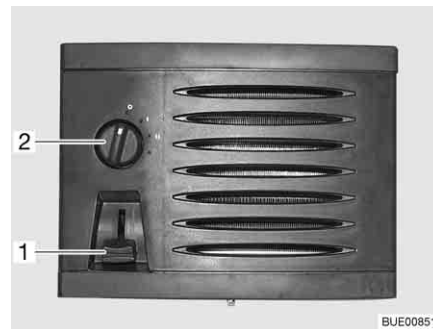

Fig. 132 Boutons de commande d'échangeur de chaleur supplémentaire
- Pousser le régulateur à coulisse (Fig. 132,1) du régulateur de débit vers le bas jusqu'à la position souhaitée. Le circuit d'eau est ouvert.
- Tourner l'interrupteur (Fig. 132,2) du ventilateur à air pulsé dans le sens des aiguilles d'une montre.
- Tourner l'interrupteur de soufflerie (Fig. 132,2) sur "O".
- Pousser le régulateur à coulisse (Fig. 132,1) du régulateur de débit à fond vers le haut.